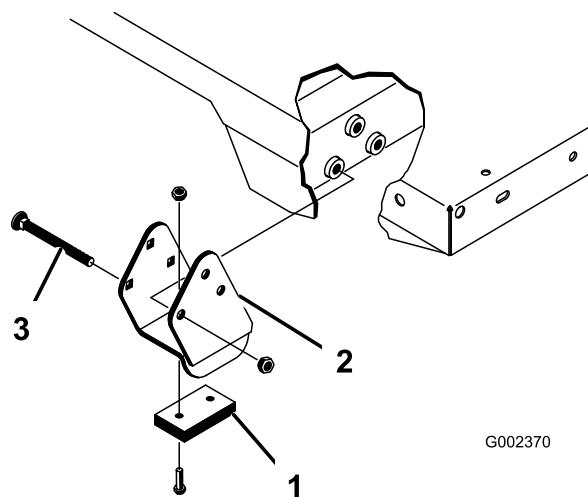

Рисунок 24
2. Аккуратно установите кузов на раму автомобиля, совместив отверстия в задней шарнирной плите кузова с отверстиями в заднем швейцере рамы, и установите два шплинтуемых штифта и шплинты (Рисунок 24).
4. Вставьте шплинтуемый штифт с наружной стороны кузова, при этом шплинт должен находиться снаружи (Рисунок 24).